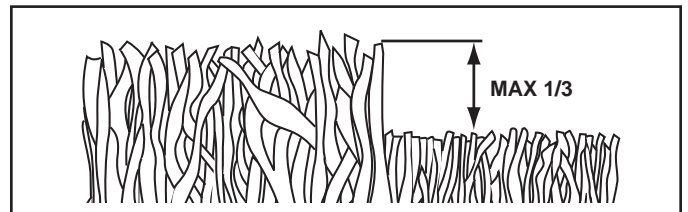

FIG. 12
- Para obtener los mejores resultados, ajuste la altura del corte de la segadora de modo que ésta corte solamente el tercio superior de las hojas de césped (Vea Fig. 12). En el caso de que el césped haya crecido demasiado, puede ser necesario el elevar la altura del corte para reducir el esfuerzo necesario para empujar la segadora y para evitar sobrecargar el motor, dejando montones de recortes de césped. Para un césped muy pesado, reduzca el ancho del corte pasando por encima del lugar anteriormente cortado y siegue lentamente.